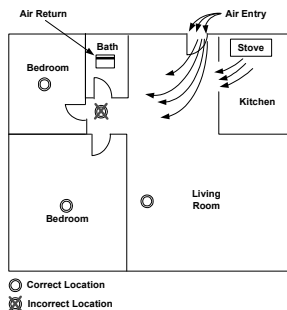

Figura 6: Locais recomendados para o detector de fumaça
- ♦ Não fixe os detectores de fumaça onde passem correntes de ar fresco. Tais correntes de ar, de entrada ou de saída, arrastariam a fumaça para longe do detector, reduzindo assim a sua eficácia. A Figura 6 mostra os lugares corretos e incorretos que respondem a estes problemas.